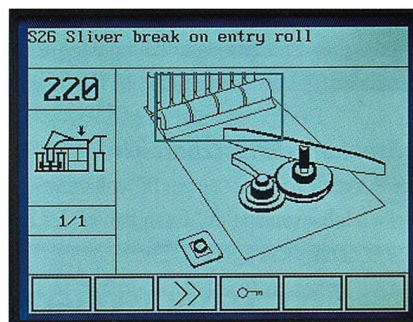

Abb. 8: Bebilderte Fehleranzeige am Display
- einfachste Maschinenbedienung und geringer Schulungsaufwand für neues Personal durch bebilderte Fehleranzeige am Display (Abb.8)